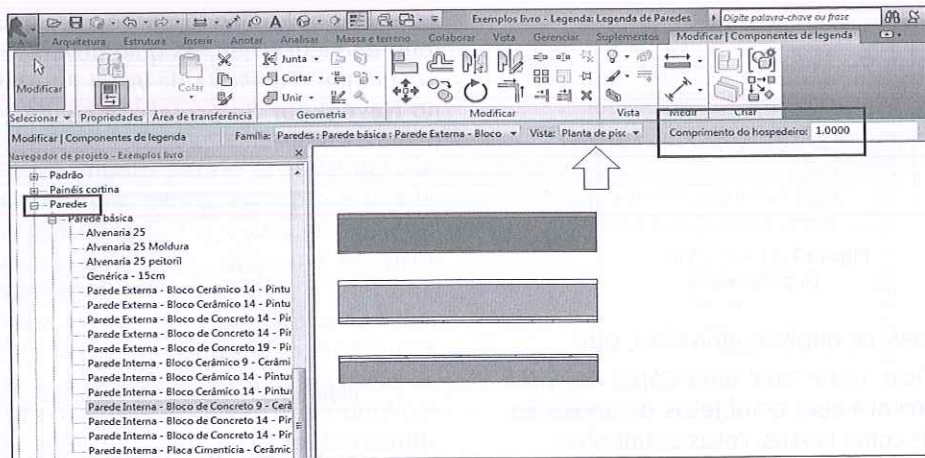

Figura 7.36 – Inserção de paredes.
1. No **Navegador de projeto**, clique nas famílias e arraste para a área gráfica. Os elementos são inseridos na escala definida na vista. Nesse exemplo, criamos uma legenda de paredes. Ao arrastar uma família de paredes, defina o comprimento da parede em **Comprimento do hospedeiro**, como mostra a Figura 7.36. Na barra de opções, em **Vista**, é possível selecionar **Planta de Piso** ou **Corte** para representar as paredes.